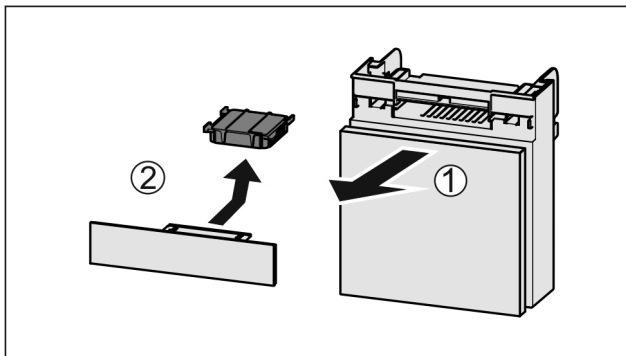

Fig. 152
- ▶ Fach nach vorne herausziehen Fig. 152 (1).
- ▶ Aktivkohlefilter entnehmen Fig. 152 (2).